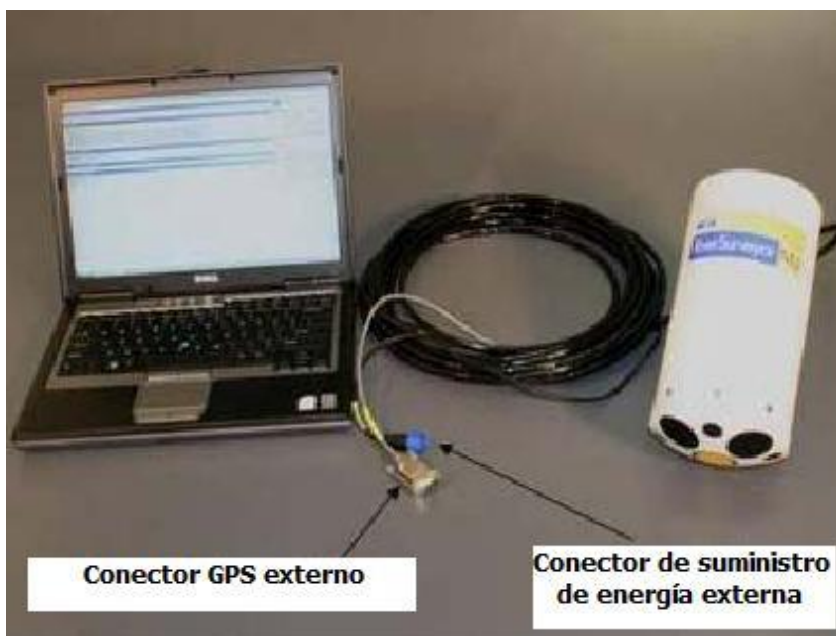

Figura 7: Componentes necesarios para la opción de conexión directa.
4. La aplicación con suministro externo de corriente alterna al sistema es mediante la conexión del cable de alimentación de 2 pines (cable de energía/comunicación serial de 10 m) a la fuente de alimentación. La figura 7 muestra los componentes necesarios para esta opción.